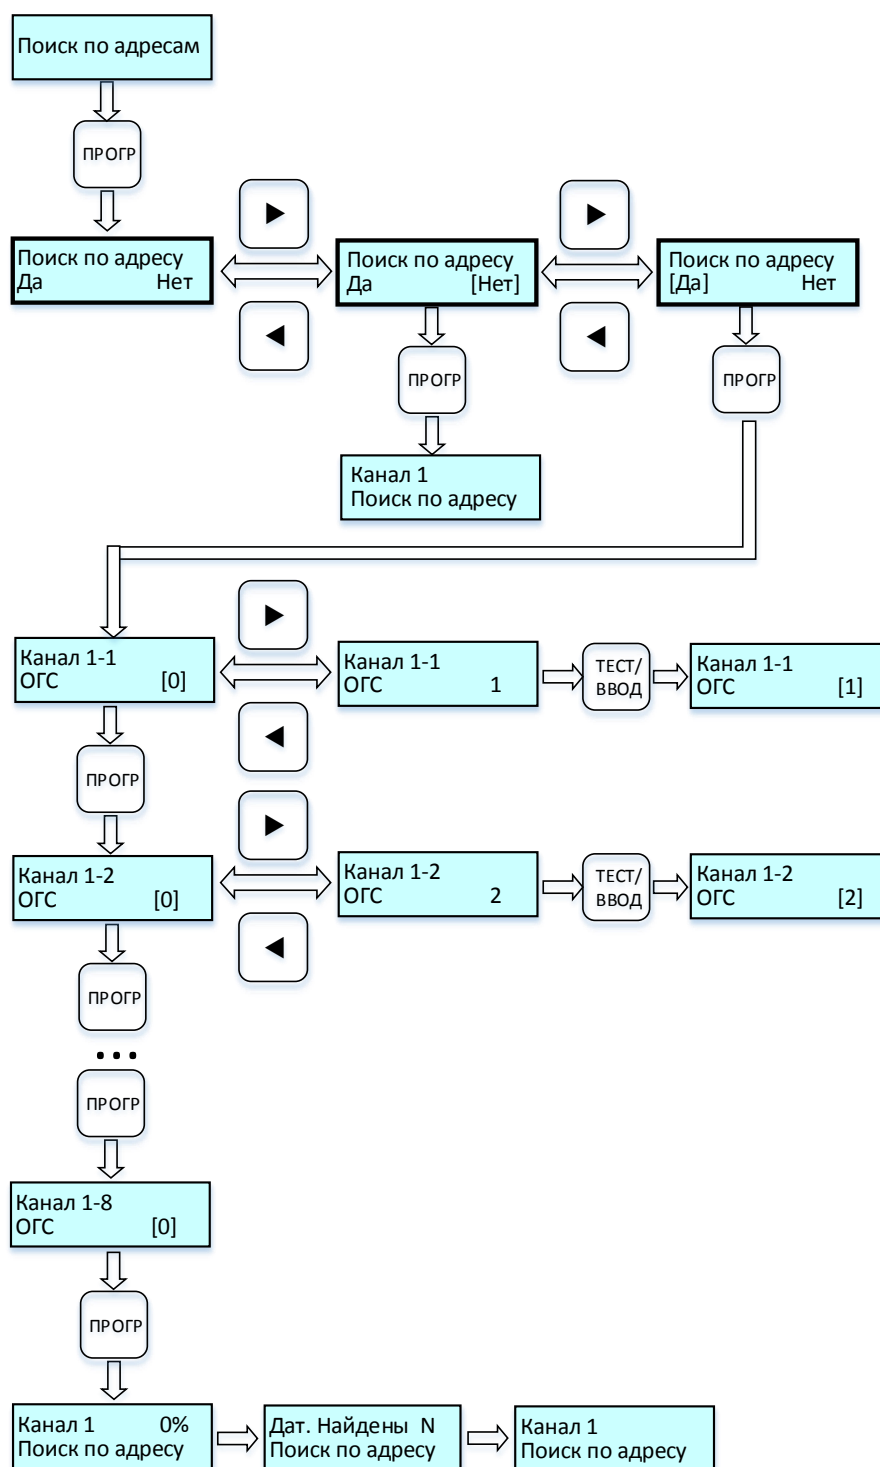

Рисунок 18 – Циклограмма выводимых сообщений на дисплей при поиске датчиков по известным адресам
- нажать кнопку «ПРОГР» для входа в меню «Канал № Поиск по адресам», которое представлено циклограммой *рис. 18*;